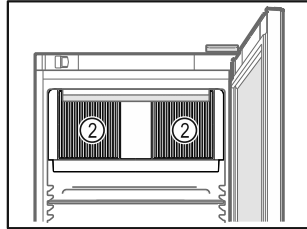

Fig. 60
- Тримати відкритою вентиляційну щілину Fig. 60 (2) вентилятора циркуляційного повітря у внутрішній камері.